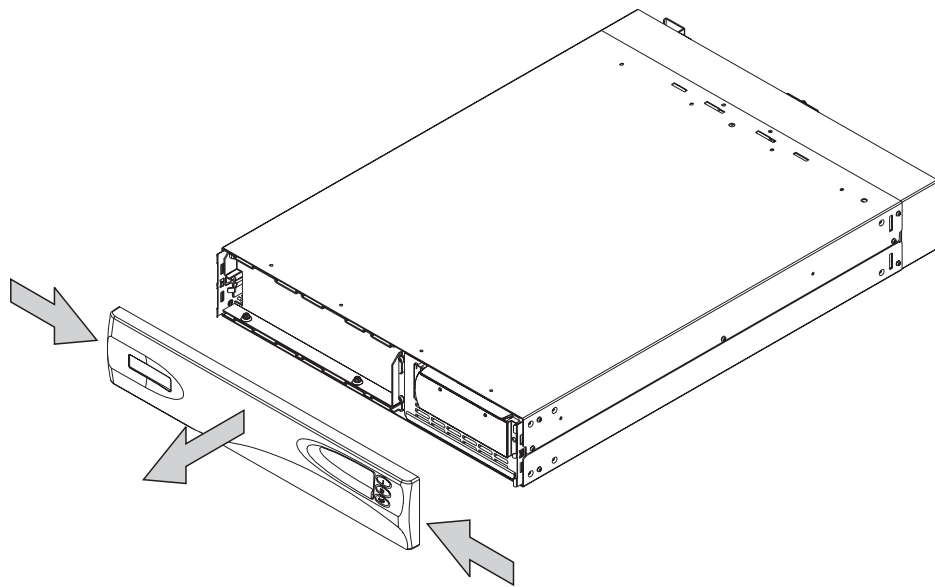

図 152. 2145 UPS のフロント・パネルの取り外し
3. サイドを内側に押しして両端を手前に引きながらフロント・パネルを取り外します。図 152 を参照してください。